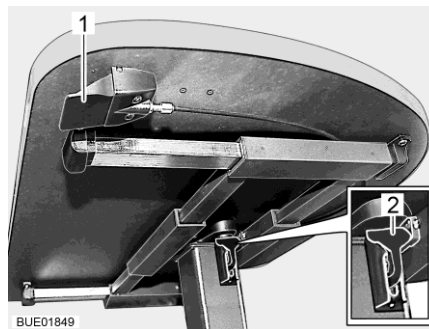

Bild 63 Hubtisch mit Entriegelungstaste
- Verriegelungshebel (Bild 63,2) nach unten ziehen oder drücken.
- Verriegelungshebel (Bild 63,2) nach oben drücken.
- Entriegelungstaste (Bild 63,1) drücken und gedrückt halten. Die Tischplatte fährt selbsttätig bis zum Endanschlag nach oben.
- Entriegelungstaste (Bild 63,1) loslassen. Die Tischplatte bleibt in der gewählten Position stehen.
- Entriegelungstaste (Bild 63,1) drücken und gedrückt halten.
- Entriegelungstaste (Bild 63,1) loslassen. Die Tischplatte bleibt in der untersten Position stehen.